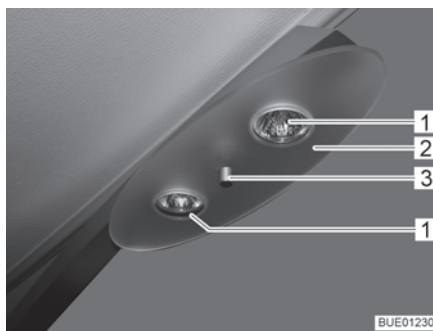

Fig. 189 Lampada alogena da soffitto
- Svitare il dado di arresto (Fig. 189,3) e rimuovere il piano di appoggio (Fig. 189,2).
- Rimuovere la lampada alogena ad incandescenza (Fig. 189,1).